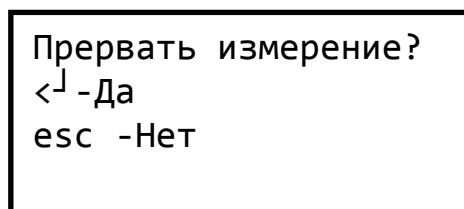

Рисунок 15 – Экран подтверждения прерывания эксперимента
2.8.11 Измерение можно прервать, нажав клавишу «esc» (⇐). После нажатия будет отображён экран подтверждения (рисунок 15).